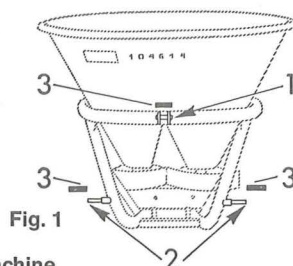

Fig. 1
Les distributeurs ZA-S et ZL-S sont équipés des points d'attelage (1 et 2) pour les tracteurs de catégorie I. Pour les tracteurs à relevage hydraulique de catégorie II (dépassant 30 ch), il faut utiliser les trois douilles (3); voir fig. 1.